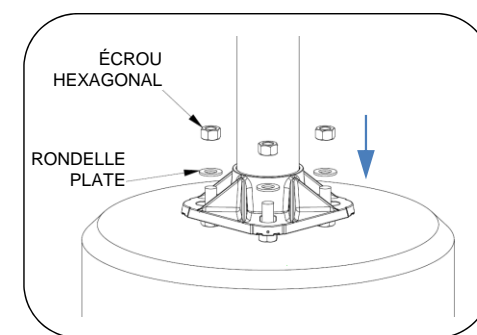

Fig. 2 – Installer le poteau
2. Installer la rondelle et l'écrou hexagonal comme illustré sur la Fig. 2.